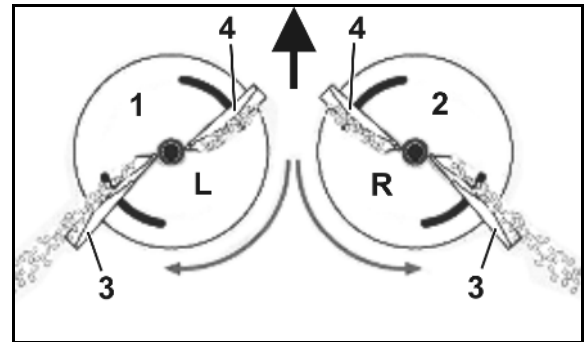

図 27
4. 油圧ホースラインを収納用ケースにしまいます（図 27）。